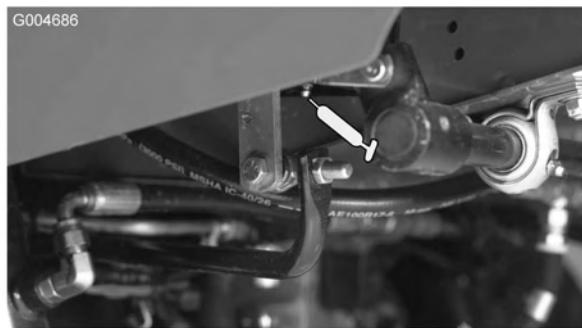

Figura 35
- Casquilho articulado do pedal de tracção (1) (Figura 35)